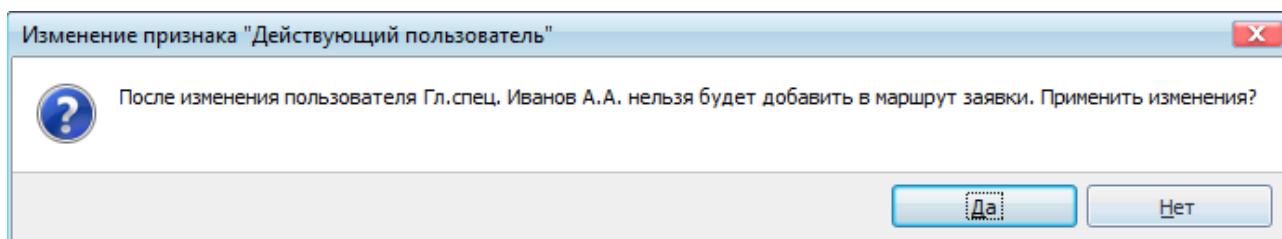

Рисунок 7.37 – Диалоговое окно «Изменение признака «Действующий пользователь»» при снятии флага
- проставлением флага «*Действующий пользователь*» задается пользователь, имеющий право работы с АСУРЭО. Для сохранения истории работы с заявками информация о пользователе (например, уволившемся или вышедшем на пенсию) не может быть удалена из БД, поскольку нарушится история рассмотрения старых заявок. Для того чтобы сохранить информацию о пользователе и запретить ему вход в систему, у данного пользователя необходимо снять флаг «*Действующий пользователь*». Также флаг необходимо снять, если пользователь, участвующий в рассмотрении заявок, временно отсутствует (например, в отпуске) и не может принять участия в рассмотрении. При снятии у действующего пользователя флага «*Действующий пользователь*» появляется диалоговое окно изменения признака (Рисунок 7.37).